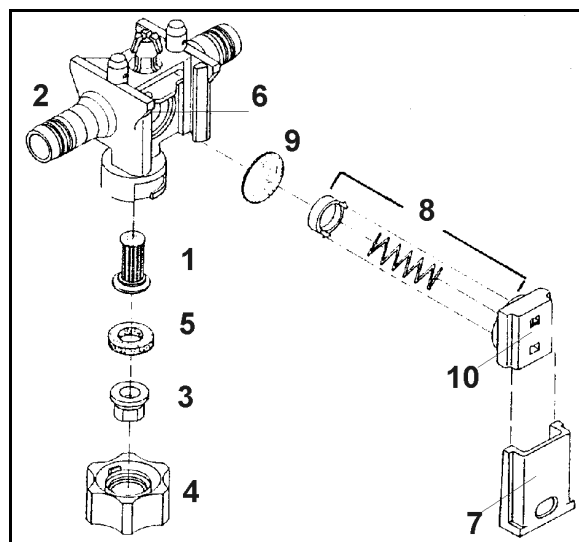

Fig. 167
Skoddets fastgørelse skal kontrolleres fra tid til anden (Fig. 167/7).
- Hertil skal skoddet trykkes så langt ind i dyseholderen (Fig. 167/2) som det er muligt, med et moderat tryk med tommelfingeren.
- Monter dysefiltret (Fig. 167/1) i dyseholderen nedefra (Fig. 167/2).
- Dysen (Fig. 167/3) sættes ind i bajonetsmekkningen (Fig. 167/4).
- Montering af gummipakning (Fig. 167/5) over dysen.
Aflejringer i membransædet (Fig. 167/6) er årsagen, hvis dysen **drypper**, efter at bommen er koblet fra. Membranerne skal så rengøres på følgende måde:
- Skoddet (Fig. 167/7) trækkes ud af dyseholderen (Fig. 167/2) i retning mod bajonetsmekkningen.
- Fjeder-element (Fig. 167/8) og membran (Fig. 167/9) h tages ud.
- Membransædet (Fig. 167/6) rengøres.
De skal være opmærksom på, at fjeder-elementer bliver monteret korrekt. Kanterne i højre og venstre side på huset til fjeder-elementet (Fig. 167/10) skal pege op mod bomprofilen når den monteres.